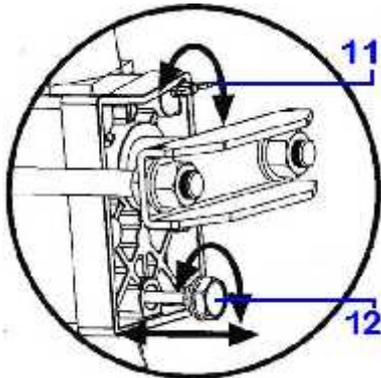

Fig.12
- Svitare la vite di sfiato (fig.12-(11)) di 3 o 4 giri prima di iniziare a spaccare la legna.
- Lasciare la vite di sfiato (11) aperto durante l'uso.
- Avvitare la vite di sfiato (11) dopo avere spaccato il legno.